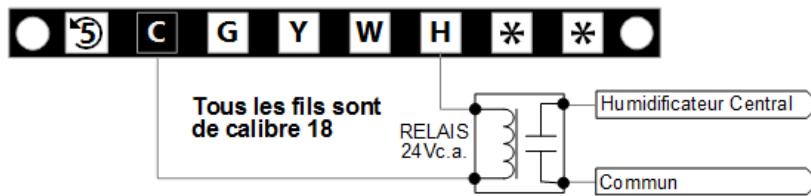

Figure 17 - Branchement à un humidificateur à contacts nets requérant l’usage d’un relais.
- **Équipement commandé par relais.** Dans le cas où un appareil doit être commandé par contacts nets – comme c’est souvent le cas pour les humidificateurs – il faut ajouter un relais (non fourni) qui sera actionné par la tension de 24Vc.a. de la borne correspondante et dont les contacts « normalement ouvert » et « commun » du relais se brancheront aux bornes à contacts nets de l’appareil en question (Figure 17).